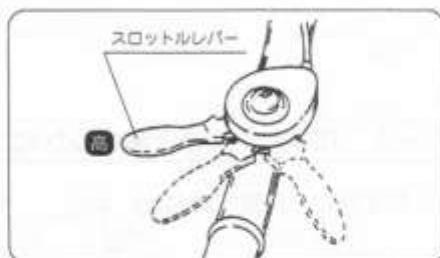

図15
- ①スロットルレバーをゆっくり【高速】位置にします。(図15)